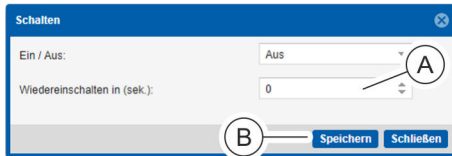

Abb. 103: Steckdose ausschalten
5. **Nur beim Ausschalten:** Im Auswahlmenü „Wiedereinschalten in (sek.)“ (Abb. 103/Ⓐ) eine Zeit eingeben.
6. Vorgang über die Schaltfläche „Speichern“ (Abb. 103/Ⓑ) abschließen.